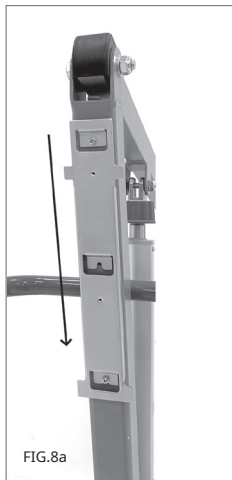

FIG.8a
3. Montați unitatea de comandă pe suport, lăsând-o să alunece de sus în jos și blocând-o cu șuruburile furnizate. (Fig.8a-8b)